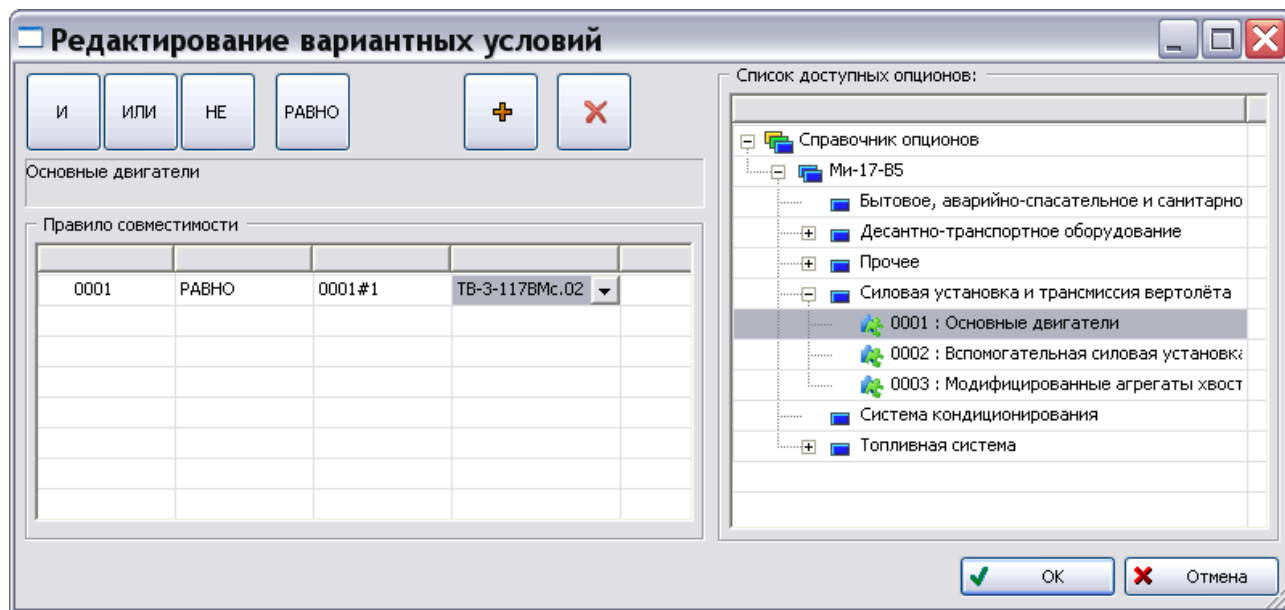

Рис. 66
6. В правом окне **Список доступных опционов** раскройте дерево справочника опционов (Рис. 66).
7. В подразделе «Силовая установка и трансмиссия вертолета» выделите опцион «Основные двигатели» и нажмите на кнопку **Добавить поле**  на панели инструментов левого окна. В таблице **Правило совместимости** появятся выбранные данные (Рис. 66).